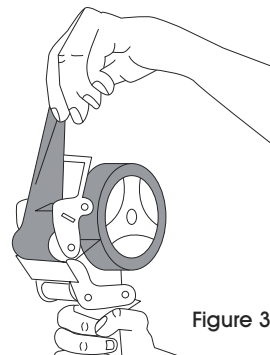
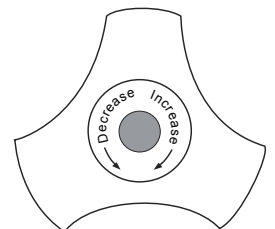

Figure 3
Figure 4
3. Pull tape over smoothing roller allowing tape to unroll freely off tape wheel. (See Figure 3) To unwind tension, see Figure 4.
- Tirez sur le ruban pour le placer sur le rouleau de lissage en laissant le ruban se dérouler librement de la roue du ruban. (Voir Figure 3) Pour régler la tension, voir Figure 4.